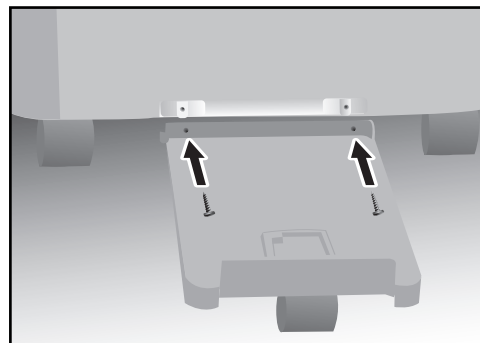

Fig.35
1. Attacher le plateau de support du réservoir d'eau (avec les roulettes pivotantes) sur le support situé à l'arrière de l'unité (section inférieure), en utilisant les vis fournies. Voir la fig. 35.